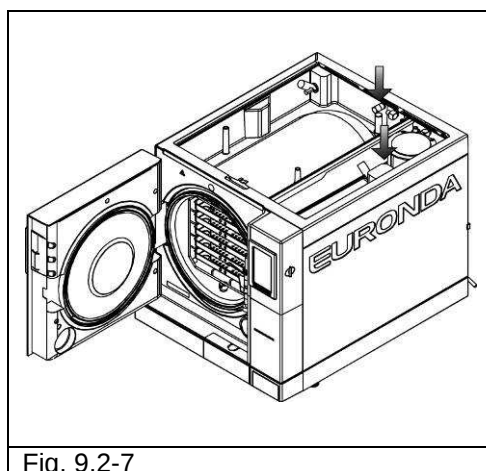

Fig. 9.2-7
6. Décrocher des filtres dans le réservoir de nos propres et de l'eau usagée (Fig. 9.2-7) ; éliminer les dépôts éventuels en les rinçant à l'eau courante, puis les remettre dans le réservoir en faisant attention à bien les positionner.